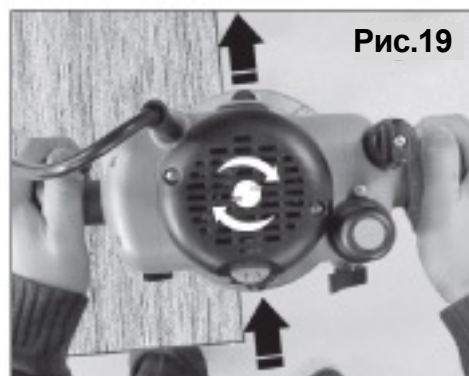

Рис.19
- Всегда подавайте заготовку против направления вращения фрезы (по часовой стрелке, как указано при помощи стрелок на основании фрезера). **Рис. 19.**